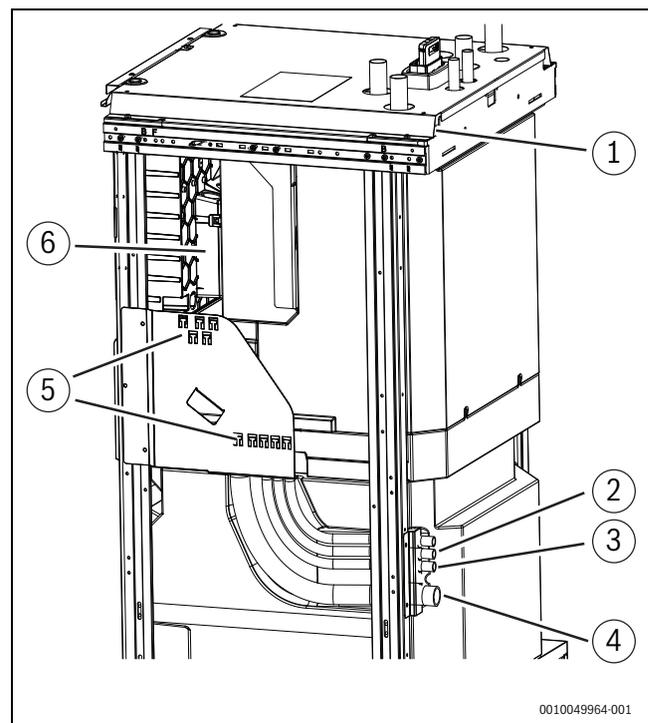

Fig. 31 Entrées de câbles vers l'unité intérieure
- Faire passer les câbles de raccordement par les presse-étoupes de câbles situés à l'arrière à travers les tuyaux souples ondulés. Utiliser une chaîne d'extension. Voir la figure 31 pour l'ordre correct des tuyaux souples.